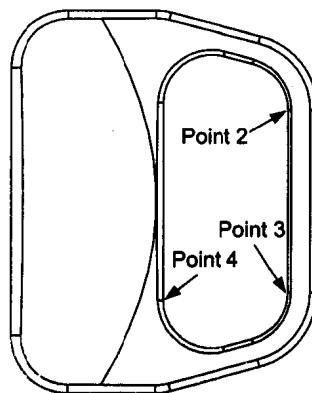

图 1.19
- [依次选取图 1.19 所示的 3 个点以方便圆角半径值的指定 → Done]